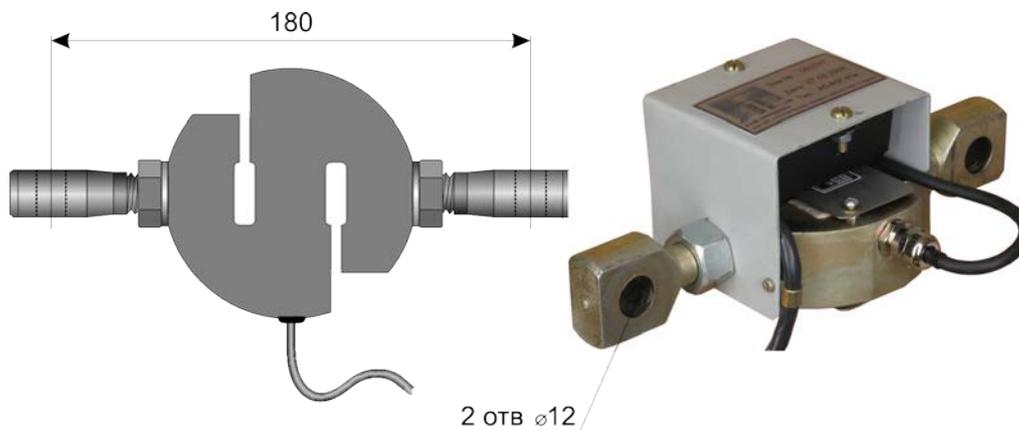

Рис. 5
6.5. Датчик усилия, Рис.5, преобразует усилие, создаваемое в грузовом канате массой поднимаемого груза, в электрический сигнал. В данной модификации АС-АОГ-01м+ используется один датчик усилия АС-ДУС-02 на основе тензопреобразователя С2 фирмы "Тензо-М" класса точности 0,03%, размещенный на основном подъеме.